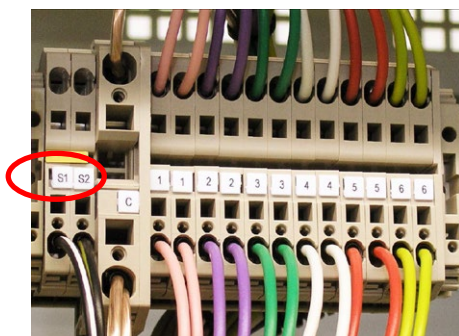

Fig. 5-4 .- Puente para cortocircuitar el secundario del transformador de corriente (TC)
- Una vez instalados los cables, desconectar el puente que une los bornes S1 y S2 de la batería (ver Fig. 5-4)